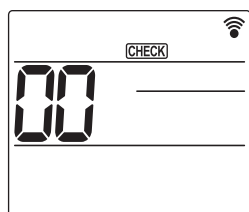

Fig. 6-7
- Нажмите и удерживайте кнопку [MENU] в течение 5 секунд. (Fig. 6-7) (Выполняйте эту операцию, когда дисплей пульта дистанционного управления выключен.)